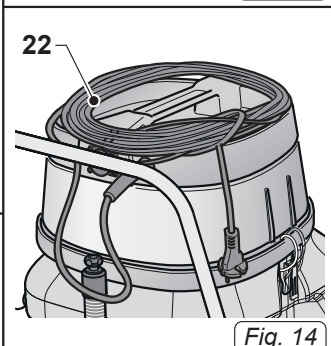

Fig. 14
- Enrollar el cable (22 Fig. 14) y colocarlo sobre el cabezal de la tapa.